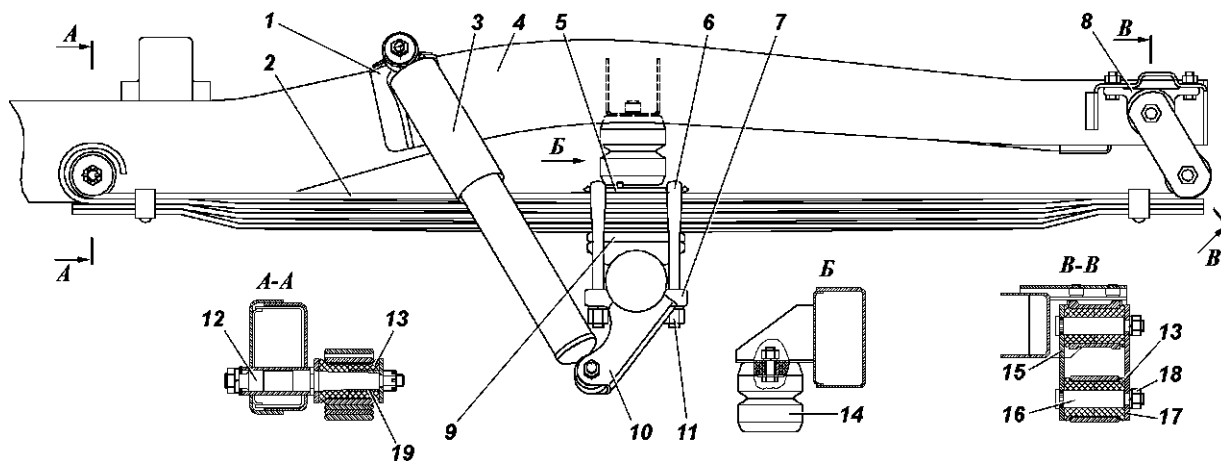

Рис. 10.3. Задняя подвеска автомобиля:
Задняя подвеска автомобиля (рис. 10.3) состоит из двух рессор (3 листа) и амортизаторов, расположенных с внешней стороны рамы.
Пружины и листы рессор не должны иметь трещин. Момент затяжки гаек 11 (см. рис. 10.3) стремянок 90-100 Н·м (9-10 кгс·м).
1. Отверните гайки 11 стремянок 6 (см. рис. 10.3) рессор, снимите стремянки, подкладку 7 и накладку 5.